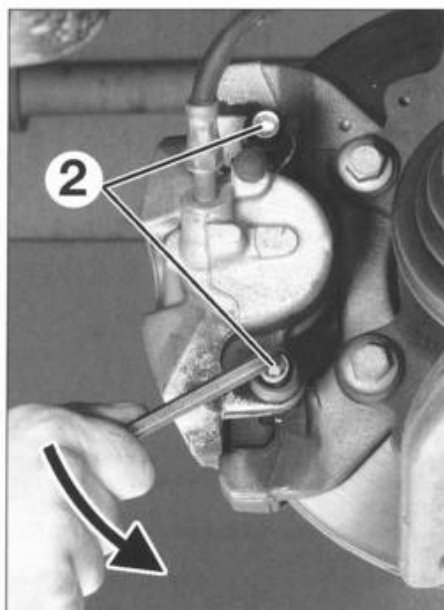

FIG. 8
- los 2 tornillos de guía (2) de la pinza (**fig. 8**).